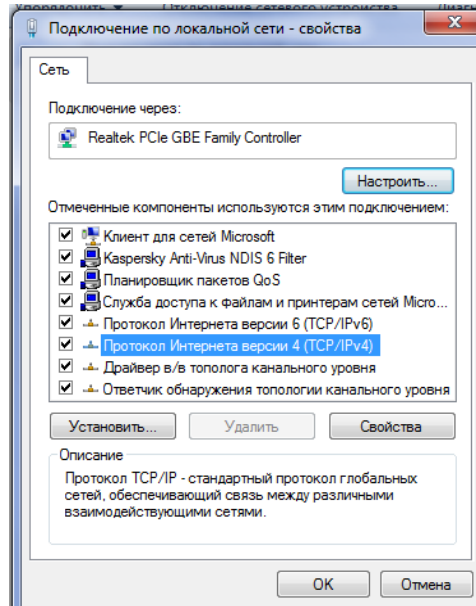

Рис. 5. Окно «Подключение по локальной сети – свойства»
2.3.3.2 В открывшемся окне Подключение по локальной сети – свойства отметьте значком все компоненты, используемые при подключении, затем выделите строчку Протокол Интернет версии 4 (TCP/IPv4) и нажмите кнопку Свойства (рис. 5).